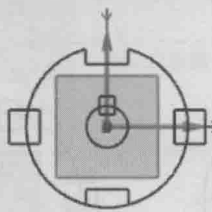

图 1.2.9 快速修剪 1
Step7. 快速修剪。单击“快速修剪”按钮，系统弹出“快速修剪”对话框，修剪多余的线条结果如图 1.2.9 所示。